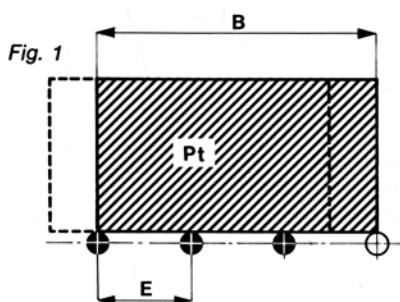

Fig. 2
L'interasse dei rulli dipende dalle caratteristiche della superficie d'appoggio del carico che sono, oltre alla qualità, la rigidezza (fig. 2) e la forma (figure 4a - 4).
The rollers centre distance depends on the features of the rest surface of the load which are in addition to quality, stiffness (fig. 2) and shape (figures 4a - 4).
2) L'unità di carico è costituita da pallet in legno con assicelle poco rigide (fig. 2) e forma di appoggio «4g»
2) The load unit consists of a wooden pallet with rather flexible beams (fig. 2) and a «4g» rest shape.